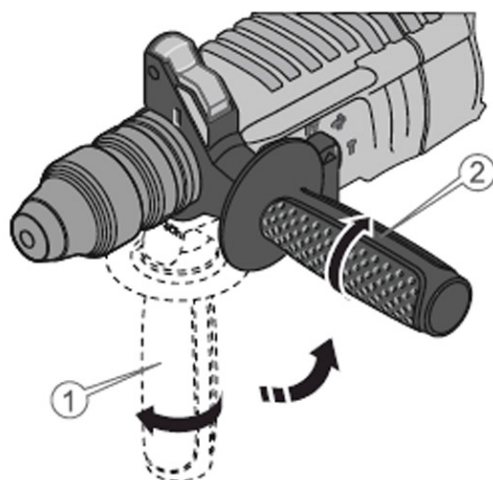

Рисунок 2. Схема встановлення та налаштування допоміжного руків'я.
2) Встановити на перфораторі допоміжне руків'я (10, рис. 1) в таке положення, яке буде забезпечувати зручність під час роботи та надійно закріпити згідно з рис. 2.